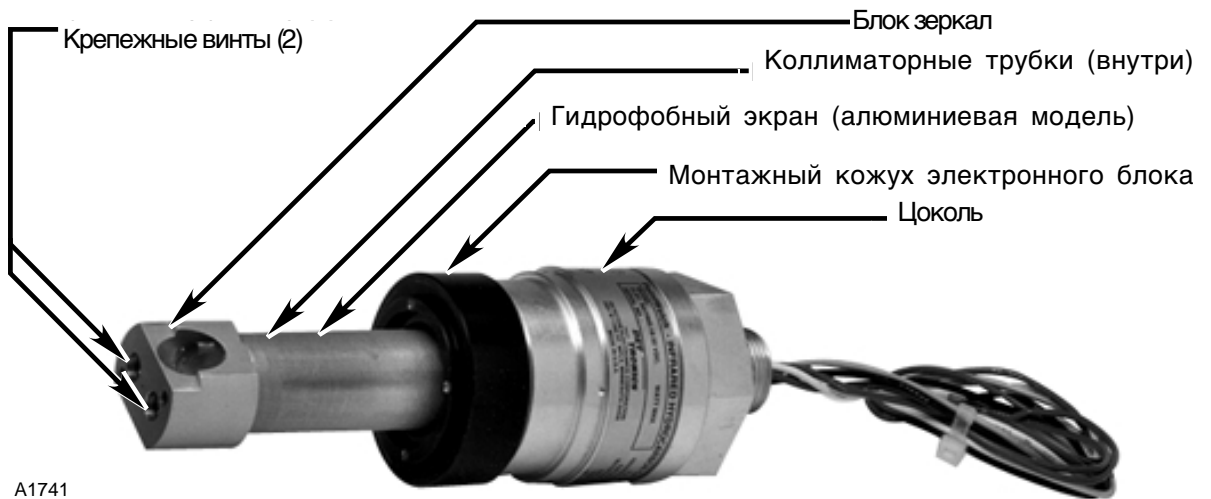

Рис. 11. ИК модуль и цокольная система.
2. Открутите и снимите монтажный кожух электронного блока, вращая его против часовой стрелки (см. рис. 11).
6. Навинтите монтажный кожух электронного блока по часовой стрелке на цоколь, как показано на рис. 11.